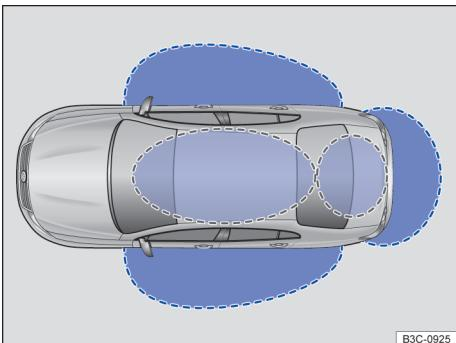

Fig. 63 Keyless Access: áreas de aproximação.
- Tocar na superfície do sensor → Fig. 63 A no lado interno da maçaneta da porta.
- Tocar na superfície do sensor → Fig. 63 B no lado externo da maçaneta da porta.
- Além disso, dentro de cinco segundos, tocar uma vez o sensor no lado externo da maçaneta da porta → Fig. 63  B. Assim, não agarrar na maçaneta da porta.
— Manter o dedo por alguns segundos sobre a superfície do sensor → Fig. 63  B da maçaneta da porta do condutor ou do passageiro dianteiro até que a janela ou o teto de vidro estejam fechados.